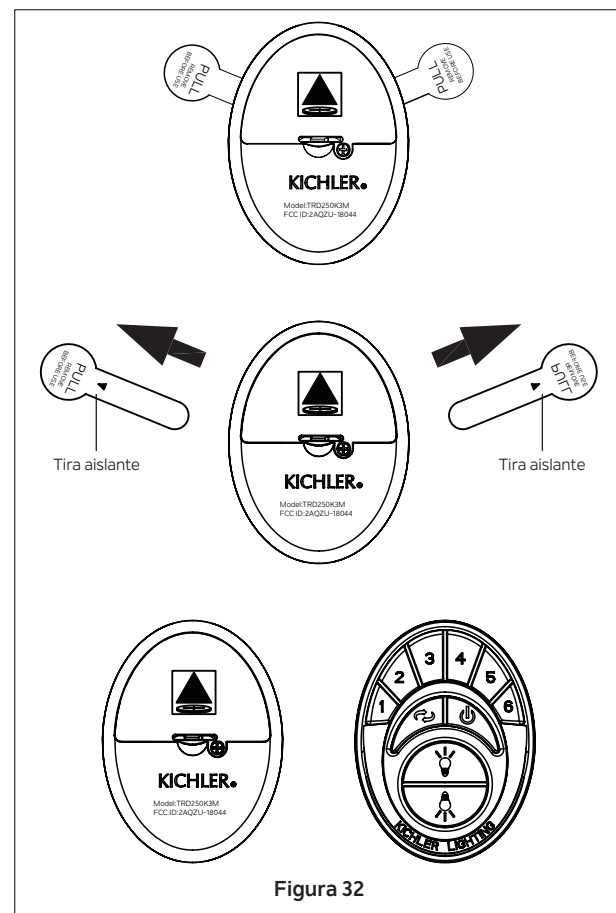

Figura 32
Paso 1. Para activar el transmisor, tire con cuidado de las tiras aislantes del transmisor para activar las dos baterías de botón/moneda CR2032 de 3 V previamente instaladas. Deseche las tiras aislantes. (Figura 32)